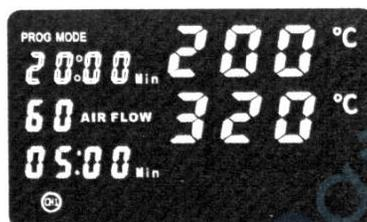

Рис. 2
3. Удерживайте кнопку «START/STOP» нажатой **3 секунды** — на дисплее появится мигающее значение «20:00» (рис. 2).